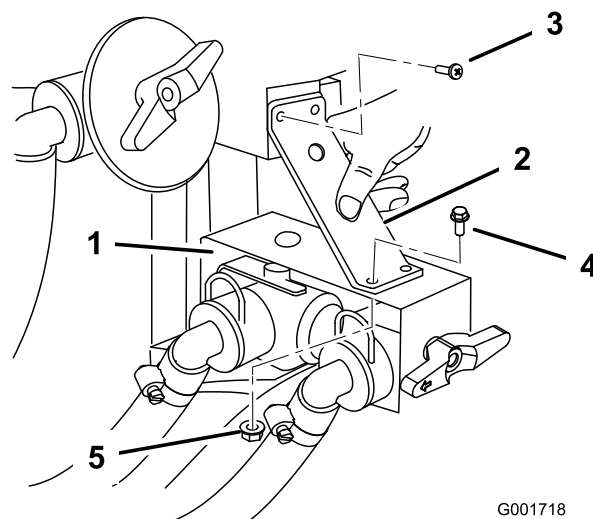

Bild 12
9. Bringen Sie die Stützhalterung über der Halterung des Regelventils an. Befestigen Sie den oberen Teil der Stützhalterung mit den zwei vorhandenen Schrauben, mit denen der obere T-Anschluss befestigt ist (Bild 12). Befestigen Sie den unteren Teil der Stützhalterung mit zwei Bundkopfschrauben (1/4" x 3/4") und den zwei Bundmutter (1/4").